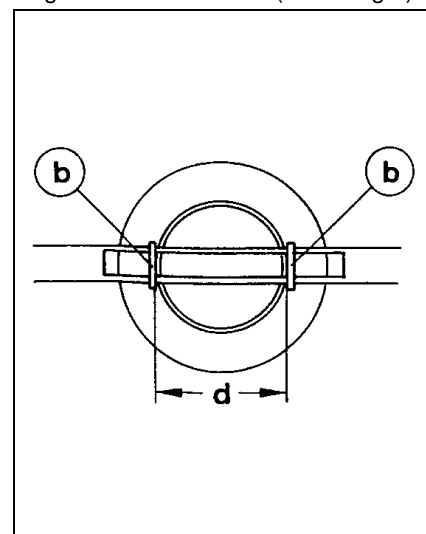

Fig. 4
zur Bestimmung des Krümmungsradius bei magnetischer Strahlablenkung Schieber ② der Meßvorrichtung gemäß Fig. 4 so einstellen, daß dieser mit seinem Spiegelbild und dem Fadenstrahl auf einer Linie liegt (Visierlinie).
To determine the bending radius for magnetic deflection, adjust the slide ② of the measuring device as shown in Fig. 4 so that it is in line with the mirror image and the fine beam (line of sight).